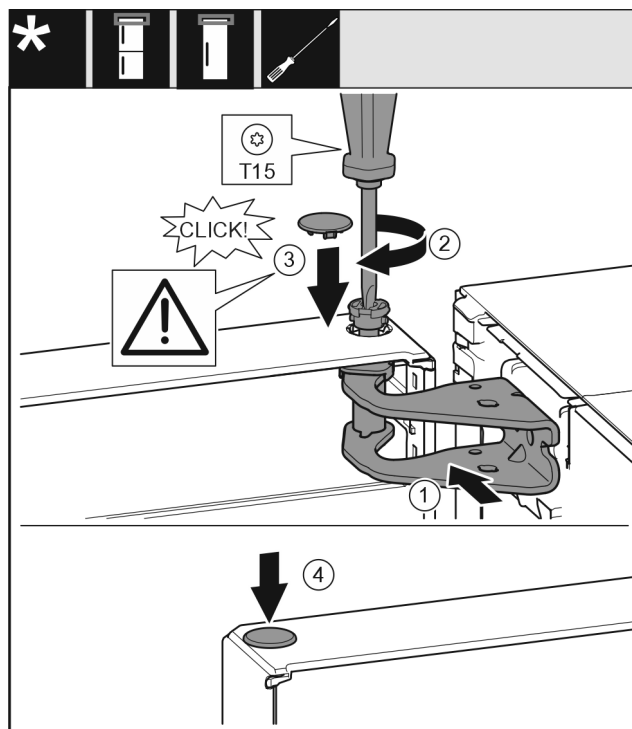

Fig. 45
- ▶ Tür oben zur Öffnung im Lagerbock Fig. 45 (1) ausrichten.
- ▶ Bolzen Fig. 45 (2) einsetzen und mit Schraubendreher festschrauben.
- ▶ Abdeckung Fig. 45 (3) einsetzen.
- ▶ Kontrollieren, dass die Abdeckung Fig. 45 (3) auf der Tür aufliegt.
- ▶ Abdeckung Fig. 45 (4) einsetzen.